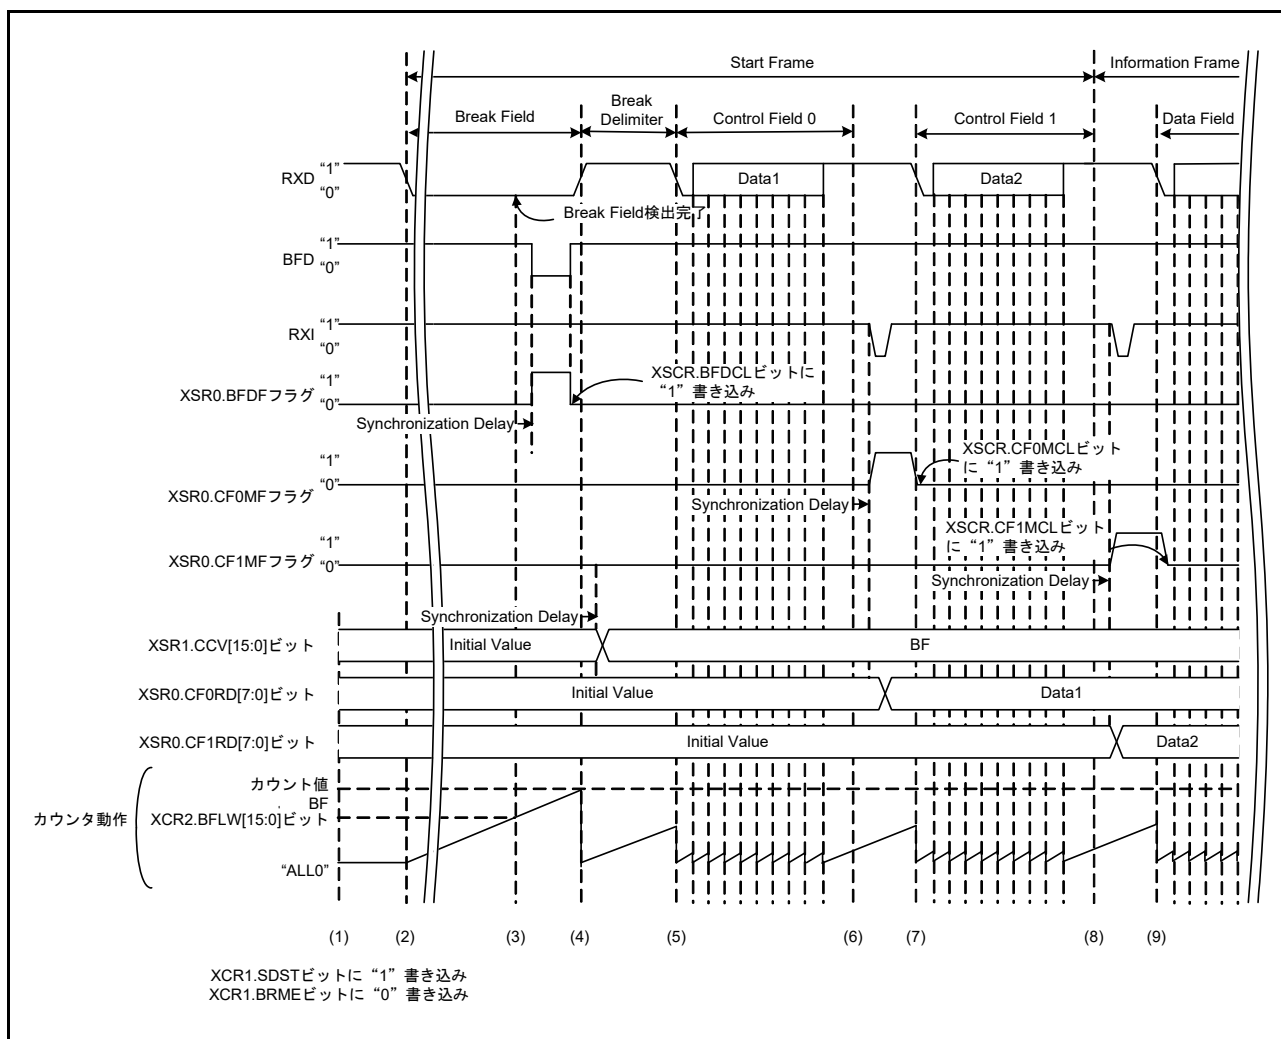
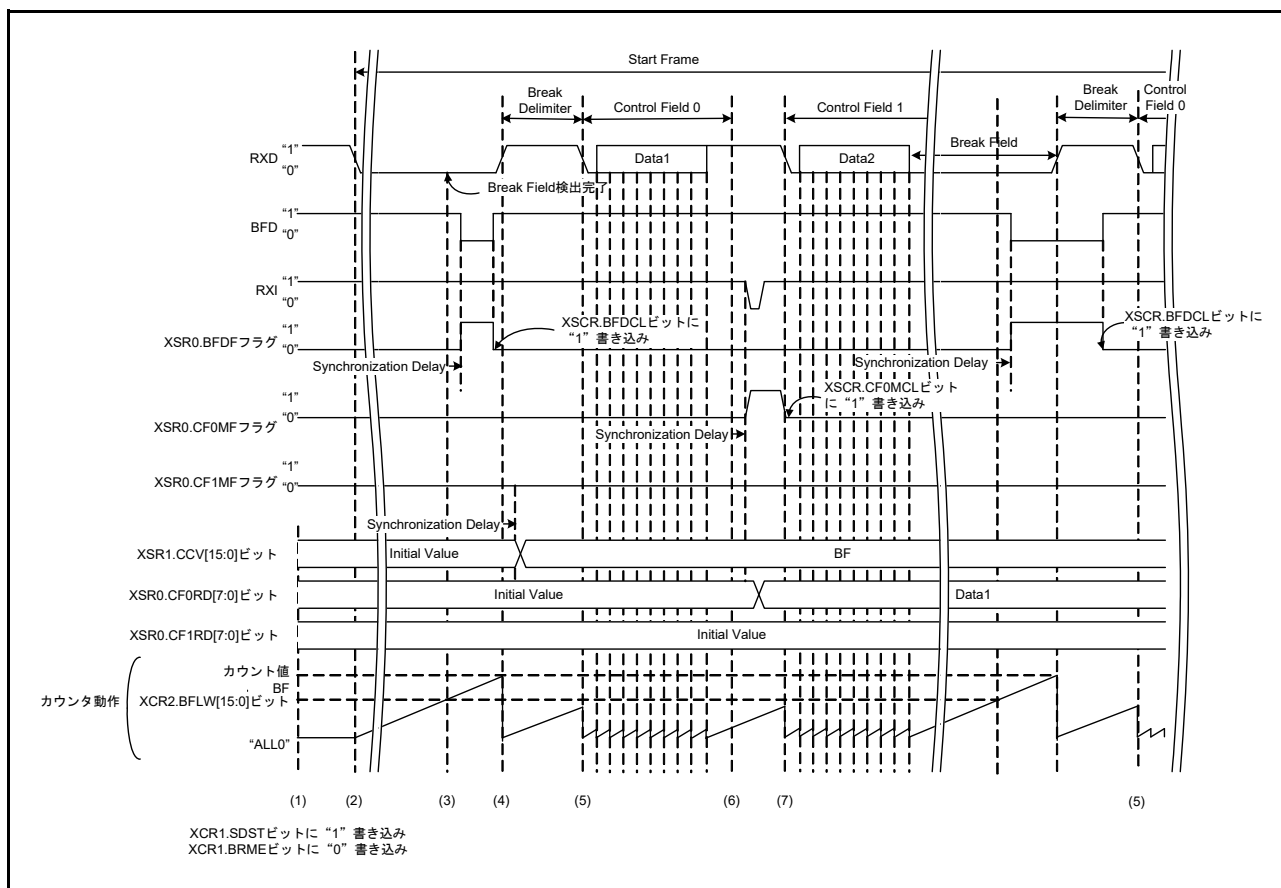
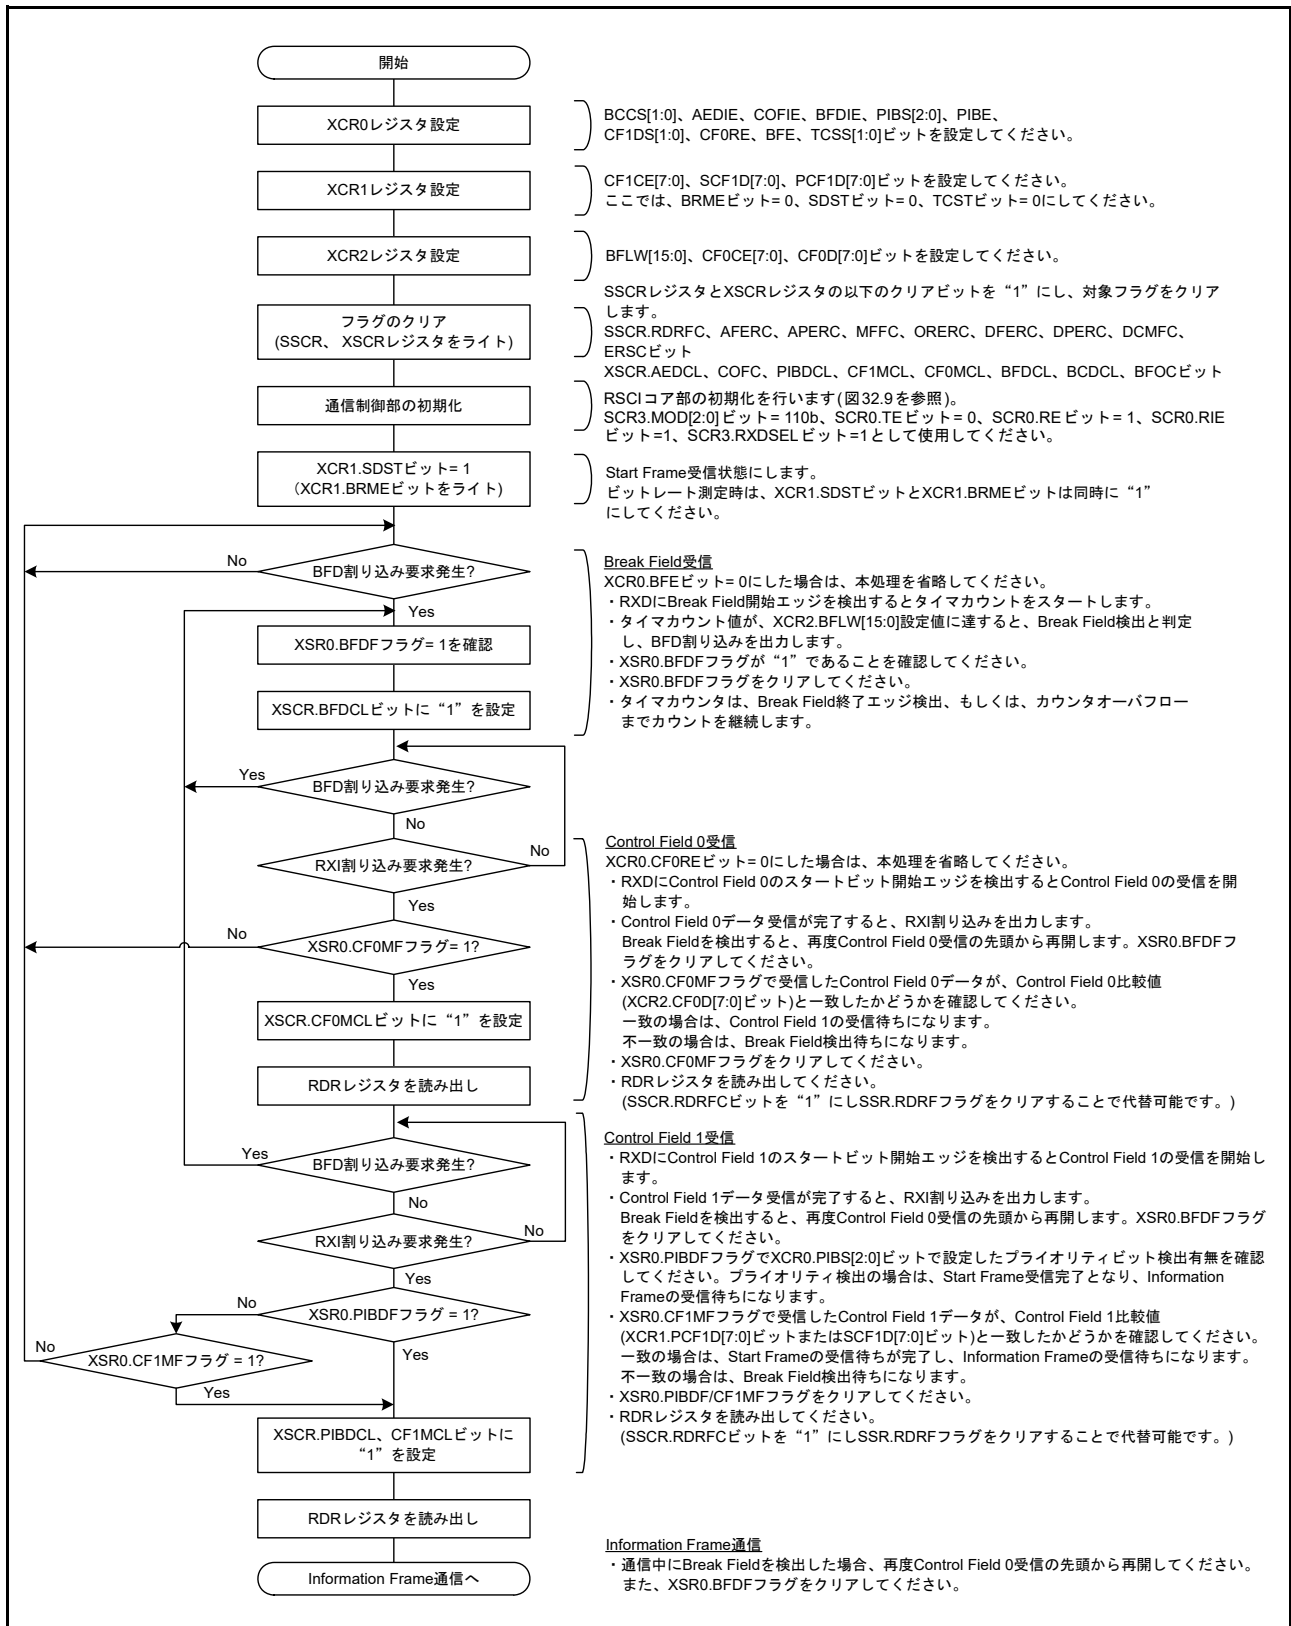
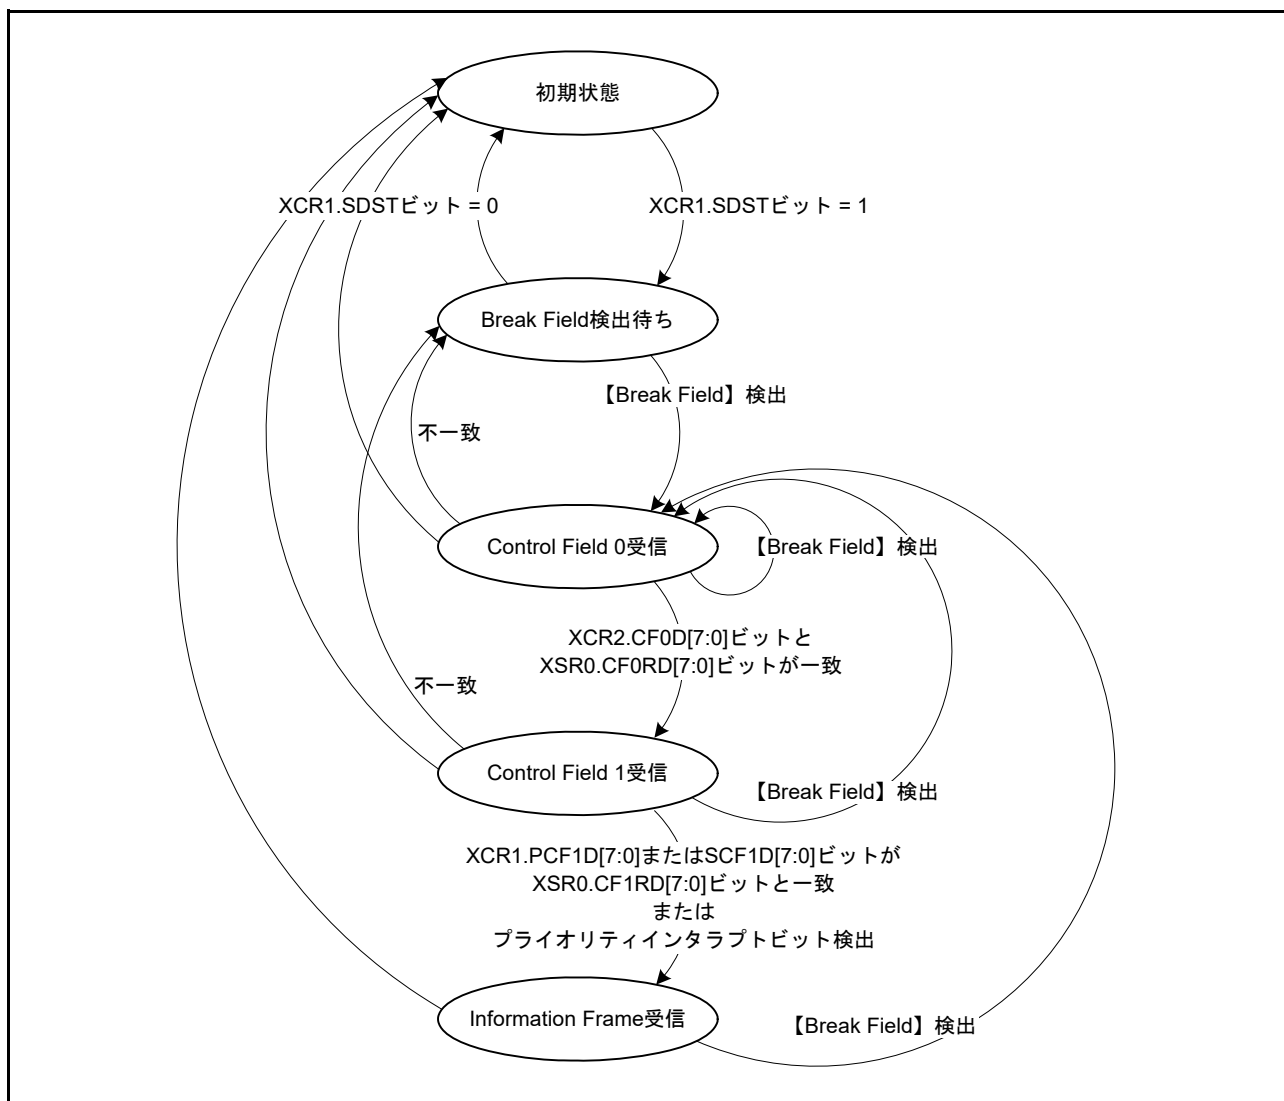

図 32.64 Start Frame 受信時の動作例 (PIB 未使用時) ノーマル受信
図 32.65 Start Frame 受信時の動作例 (PIB 未使用時)Control Field 1 で Break Field 検出
図 32.66 Start Frame 受信フローチャート例
図 32.67 Start Frame 受信時の状態遷移図
図 32.64 に Break Field、Control Field 0 および Control Field 1 で構成される Start Frame 受信時の動作例を示します。図 32.65 に、Control Field 1 途中で Break Field 検出を行う受信動作例を示します。また、図 32.66 に Start Frame の受信を行うためのフローチャート、図 32.67 に状態遷移図を示します。
- (4) Break Field 検出後、RXDn 端子からの入力が High になると、XCR1.BRME ビット=0 の場合は、XSR1.CCV[15:0] ビットにカウント値をキャプチャします。このとき、XSR0.RXDSF フラグが“0”になり、RSCI コア部で RXD 入力の受信を開始します。
- (5) RSCI コア部で Control Field 0 の受信を開始しますが、拡張シリアル制御部で継続してエッジ間隔をカウントしており、XCR2.BFLW[15:0] ビットに設定した期間以上の Low を Break Field 検出と判定します。Control Field 0 フェーズで Break Field を検出すると、再度、Control Field 0 の受信を待ちます (図 32.65)。
- (6) Control Field 0 の受信が完了すると、RXI 割り込みが発生します。XSR0.CF0RD[7:0] ビットに Control Field 0 データが格納されます。受信したデータが XCR2.CF0D[7:0] ビットに設定したデータと一致した場合、XSR0.CF0MF フラグが“1”にセットされます。受信したデータが XCR2.CF0D[7:0] ビットに設定したデータと一致しなかった場合、Break Field 検出前の状態に遷移します。
- (7) RSCI コア部で Control Field 1 の受信を開始します。BFE ビット = 1 の場合、Control Field 0 と同様に、SDST ビット = 1 の間、Break Field 検出機能は常に有効であり、Control Field 1 フェーズで Break Field を検出すると、再度、Control Field 0 の受信を待ちます。
- (8) Control Field 1 の受信が完了すると、RXI 割り込みが発生します。XSR0.CF1RD[7:0] ビットに Control Field 1 データが格納されます。受信したデータが XCR1.PCF1D[7:0] ビットまたは XCR1.SCF1D[7:0] ビットに設定したデータと一致した場合、XSR0.CF1MF フラグが“1”にセットされます。Control Field 1 で受信したデータが XCR1.PCF1D[7:0] ビットまたは XCR1.SCF1D[7:0] ビットに設定したデータのどちらとも一致しない場合は、Break Field 検出前の状態に遷移します。
- (9) RSCI コア部で Information Frame の通信を行います。
- (10) 通信が終了したら、XCR1.SDST ビットに“0”を書き込み、SCR0.RE ビットに“0”を書き込んで受信を停止させます。
- (1) ~ (7) は図 32.64 の Start Frame 受信時の動作例 (1) ~ (7) と同様になります。
- (8) XCR0.PIBS[2:0] ビットで指定したビットの値が XCR1.PCF1D[7:0] ビットに設定した値と一致した場合、XSR0.PIBDF フラグが“1”になります。そして、RSCI コア部により、Information Frame の通信を行います。Control Field 1 で受信したデータが XCR1.PCF1D[7:0] ビットまたは XCR1.SCF1D[7:0] ビットに設定したデータのどちらとも一致せず、プライオリティインタラプトビットも検出しない場合は、Break Field 検出前の状態に遷移します。